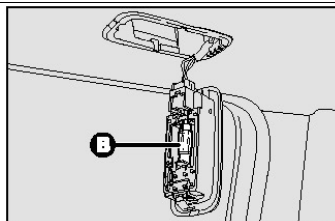

рис. 45
- Для замены лампы **B** - **рис.45**, извлеките ее из пружинных контактов; убедитесь, что новая лампа надежно зафиксировалась в контактах;